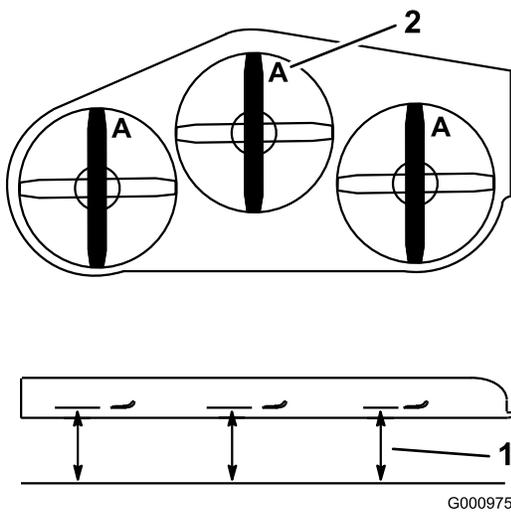

Figura 87
3. Con la máquina ubicada en una superficie nivelada, coloque una cuchilla en posición longitudinal. Mida en la posición A desde una superficie nivelada hasta el filo de corte de los extremos de la cuchilla (Figura 87).